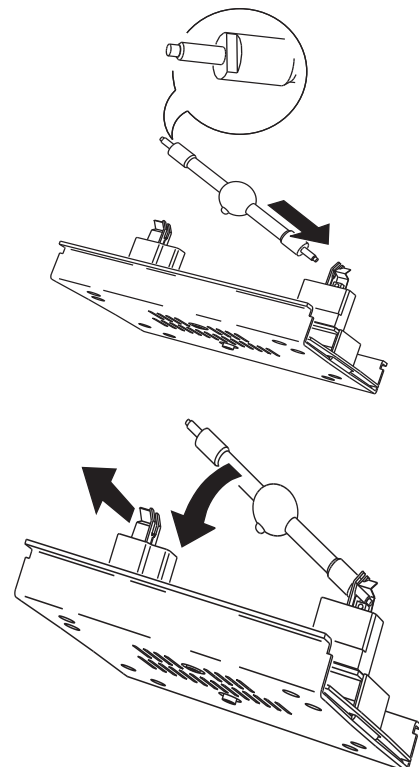

Bild 8: Einbau des Leuchtmittels
Der Sockel des Leuchtmittels ist, wie in Bild 8 gezeigt, kodiert. Dadurch kann es nicht falsch eingebaut werden. Verwenden Sie keine Leuchtmittel ohne Kodierung und kodierten SFC 10-4 Sockeln.
- 5 Unter Bezug auf Bild 8: Schieben Sie einen Anschluss des Leuchtmittels in den rechten Sockel, wobei der Evakuierungs-Nippel des Kolbens nach hinten zeigen muss. Lösen Sie die Haltefeder am linken Sockel und drücken Sie das andere Ende des Leuchtmittels in den Sockel.